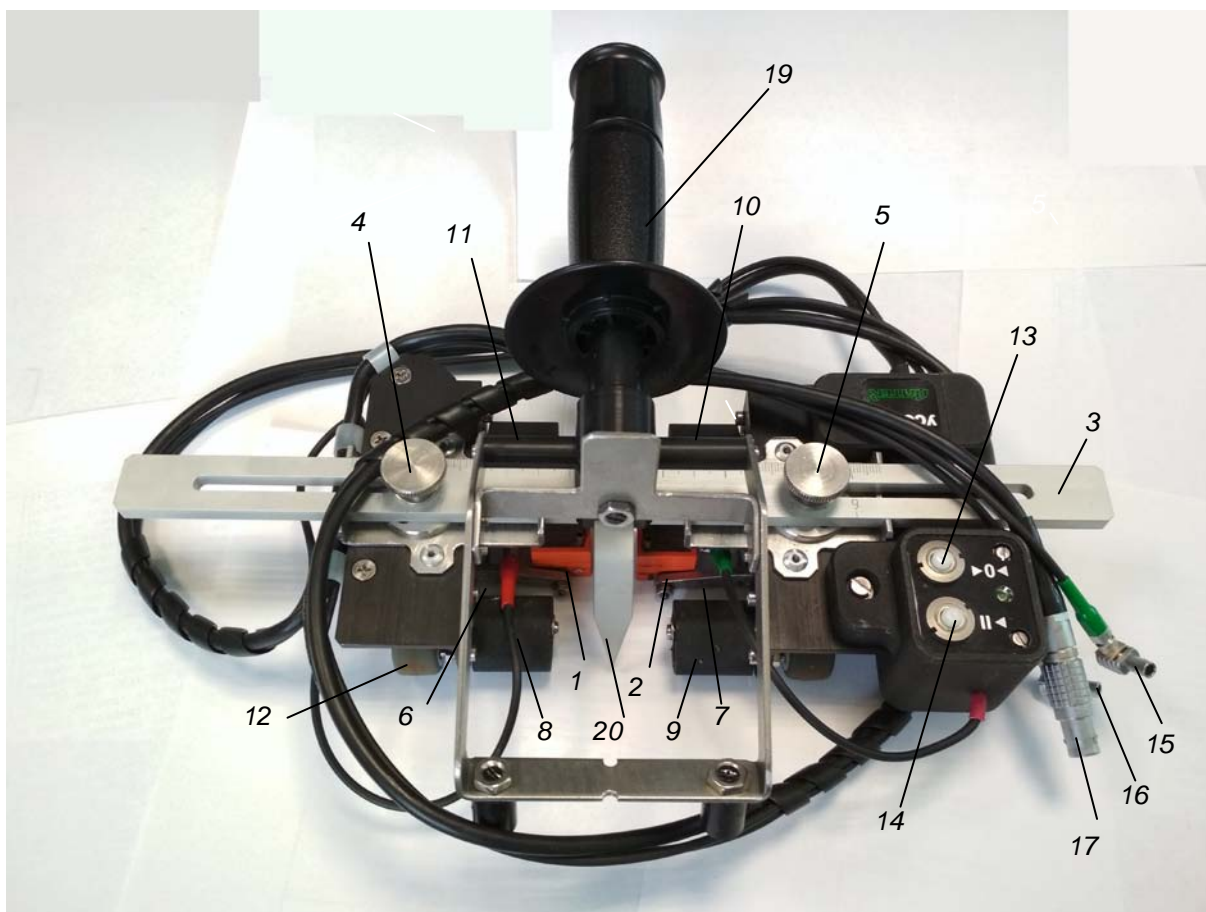

Рис. 2
4.2 В устройстве сканирования УСС-1АТ (рис. 2) закреплены навстречу друг другу излучающий и приемный ПЭП 1, 2. ПЭП устанавливаются вдоль направляющей 3 на фиксированном расстоянии друг от друга с помощью винтов 4, 5. Для удобства установки ПЭП на требуемом расстоянии имеется шкала на направляющей с делениями в миллиметрах. Прижим ПЭП к поверхности контролируемого изделия обеспечивается прижимными устройствами 6, 7, а прижим всего устройства в целом магнитами 8, 9, 10, 11. В устройстве имеется привод 12 датчика пути, позволяющего определять местоположение устройства при его перемещении по поверхности изделия. Имеются кнопки управления процессом сканирования – кнопка установки нуля 13 и кнопка "Пуск/Стоп" 14. Для подключения устройства к дефектоскопу предусмотрены два кабеля с разъемами 15, 16 для подключения ПЭП и кабель с разъемом 17 для подключения датчика пути. Для индикации подключения датчика пути к дефектоскопу служит светодиод 18. При сканировании устройство перемещается по поверхности изделия вручную, при этом оператор может держать устройство или за края направляющей 3, или за ручку 19. Для обеспечения перемещения устройства в заданном направлении имеется указатель 20 местоположения точки пересечения акустических осей ПЭП, установленный на направляющей 3.
5.1 Осмотреть устройство. Убедиться в отсутствии механических повреждений. Проверить степень износа рабочих поверхностей ПЭП (1 и 2, рис. 2), при необходимости обратиться на предприятие-изготовитель для их замены.
5.2 Подключить разъемы кабелей устройства (15–17, рис.2) к соответствующим разъемам дефектоскопа в соответствии с руководством по эксплуатации (РЭ) дефектоскопа.
5.4 Исходя из толщины и конструктивных особенностей контролируемого изделия (кривизна поверхности, ширина усиления шва и т.п.), определить необходимое расстояние между излучающим и приемным ПЭП в соответствии с нормативно-технической документацией (НТД) по контролю и (или) РЭ дефектоскопа. Используя шкалу на направляющей устройства (3, рис. 2), установить излучающий и приемный ПЭП (1 и 2) на требуемом расстоянии друг от друга и закрепить их с помощью винтов (4 и 5).
6.1 Установить сканер в место на поверхности изделия, соответствующее нулю отсчета расстояния при перемещении сканера. Нажать кнопку установки нуля (13, рис. 2).
6.2 Нажать кнопку "Пуск/Стоп" (14, рис. 2). Приступить к контролю (сканированию), для чего необходимо перемещать сканер по поверхности изделия в требуемом направлении (например, вдоль шва). При наличии на набираемой В-развертке каких-либо дефектов изображения (пропуски (черные полосы) из-за превышения скорости перемещения сканера, нечеткость изображения из-за плохого акустического контакта и т.п.) следует, не отрывая сканер от поверхности и не сдвигая его, вернуться в соответствующее место и повторить сканирование.
6.3 После окончания контроля вновь нажать кнопку "Пуск/Стоп" (14, рис. 2). Далее действовать в соответствии с РЭ дефектоскопа.